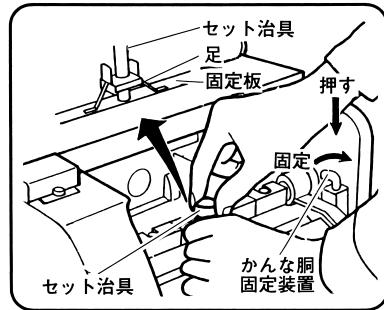

図 31
- (3) かんな胴回転用つまみをまわし、自動かんな部の固定板(図 31 参照)を上側にします。
- (4) かんな胴固定装置のレバーを指先で押し、右(図中固定側)にまわしてかんな胴を固定します。(図 31)
- (5) 付属のセット治具を固定板に4~5回転ねじ込み、セット治具の両側の足を固定板に接触させます。
- (6) 付属の刃高調整定規をかんな刃の刃先に当てヘッド基準面に取付けます。
- (7) セット治具を手、または、お手持ちの木づちで軽くたたきます。